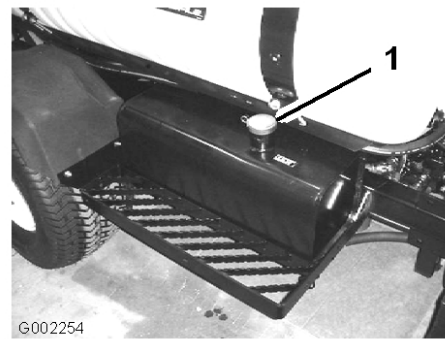

Bild 57
3. Reinigen Sie den Bereich um den Deckel des Hydrauliköltanks und nehmen Sie ihn ab (Bild 57).